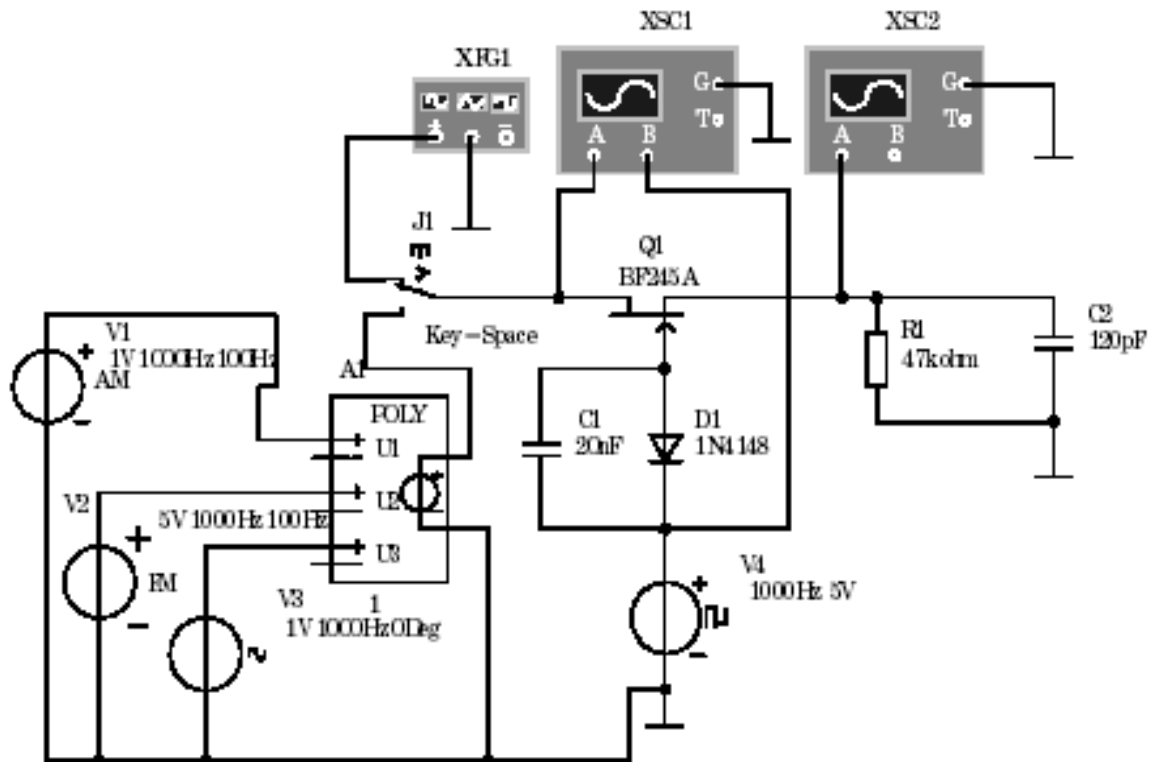

Рис. 9. Принципова електрична схема дослідження процесу дискретизації і квантування сигналів
2. В програмі Multisim створити модель для дослідження процесу дискретизації і квантування сигналів згідно з принциповою електричною схемою, яка наведена на рис.9.